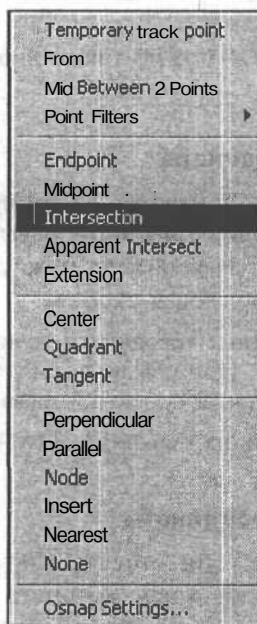

Рис. 3.4. Контекстное меню для выбора способа привязки к точкам объектов
По умолчанию в AutoCAD 2005 системная переменная **MBUTTONPAN** = 0, поэтому при однократном нажатии на колесико появляется контекстное меню объектной привязки (см. рис. 3.4).
- ☐ нажать клавишу <Shift> и, удерживая ее, нажать еще правую кнопку мыши и из появившегося контекстного меню (рис. 3.4) выбрать нужный способ привязки;
В AutoCAD 2005 появилась новая привязка к середине между двумя указанными точками. В контекстном меню (см. рис. 3.4) она вызывается после выбора